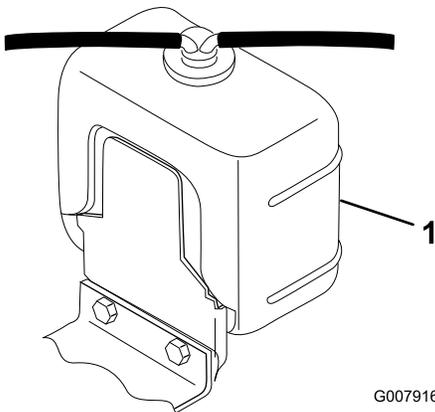

Figura 68
Retire cuidadosamente el tapón del radiador y el tapón del depósito de expansión (Figura 68).
2. Compruebe el nivel de refrigerante del radiador y del depósito de expansión (Figura 68).